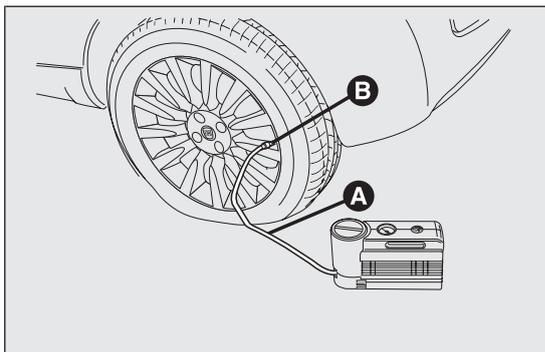

fig. 152
- Accionar el freno de mano. Desenroscar el capuchón de la válvula del neumático, extraer el tubo flexible de llenado A fig. 152 y apretar la corona B en la válvula del neumático;